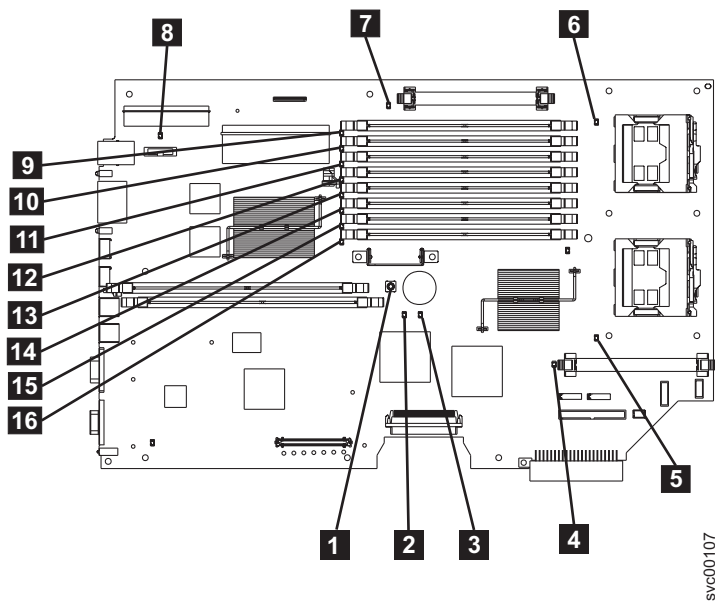

図 44. SAN ボリューム・コントローラー 2145-8F2 システム・ボード
はい 233 ページの表 19 を参照にして、特定なライト・パス診断 LED 用に指定されたアクションを実行して、ステップ 3 (234 ページ) に進みます。アクションによっては、システム・ボード上またはファン・バックプレーン上の LED 状態を監視する必要があります。システム・ボード LED の位置は、232 ページの図 44 に示されます。ファン LED はそれぞれのファンに隣接して配置されています。必要な LED を表示するには以下を行います。
- d. ライト・パス診断ボタン **1** を押します。232 ページの図 44 を参照してください。